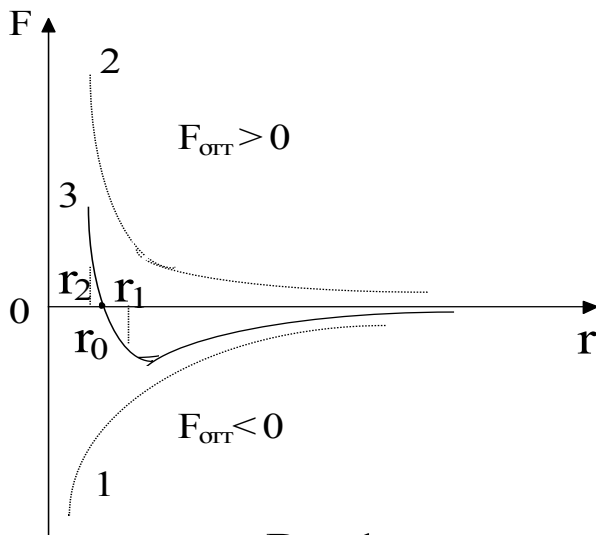

Рис.1
На рис.1 представлена зависимость сил притяжения (1), отталкивания (2) и результирующей силы взаимодействия от расстояния (r) между атомами (молекулами, ионами) кристаллов различных типов. Причём в узлах кристаллической решётки ($r=r_0$) действие сил притяжения ($F_{пр}<0$) и
Если под действием внешней силы расстояние r между атомами будет изменено, например, увеличено $r_1 > r_0$ или уменьшено $r_2 < r_0$, то в этом случае результирующая сила окажется не равной нулю. То есть сила упругости, возникающая в образце, будет иметь характер, соответственно, притяжения или отталкивания (рис.1).